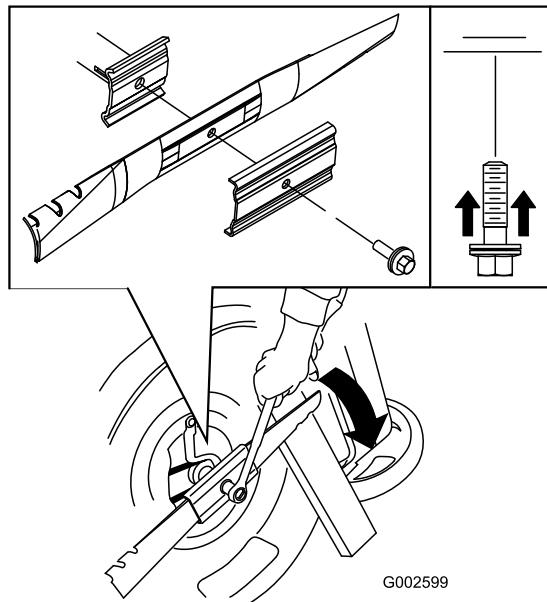

Рисунок 24
5. Установите новый нож (поворните болт крепления ножа по часовой стрелке) и все крепежные приспособления (Рисунок 24).